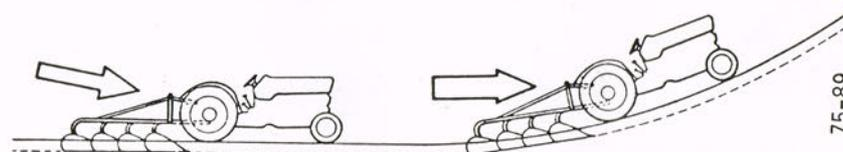

Fig. 22 ▲
- 3° De régler sa profondeur de travail dans le sol (fig. 22).